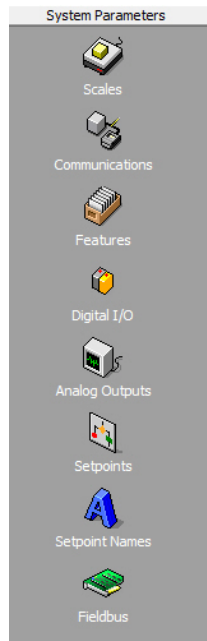

Figura 8. Sección de Parámetros del Sistema
1. Desde la Sección *System Parameters* presione *Scales* button (ver Figura 8).